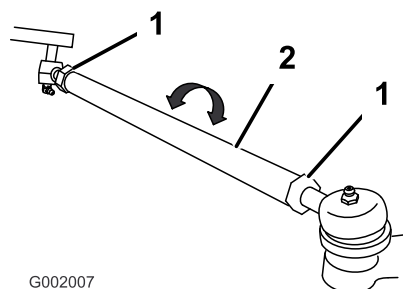

Figura 34
5. Si la distancia no está en el intervalo especificado, afloje las contratuercas en ambos extremos de las bielas (Figura 34).